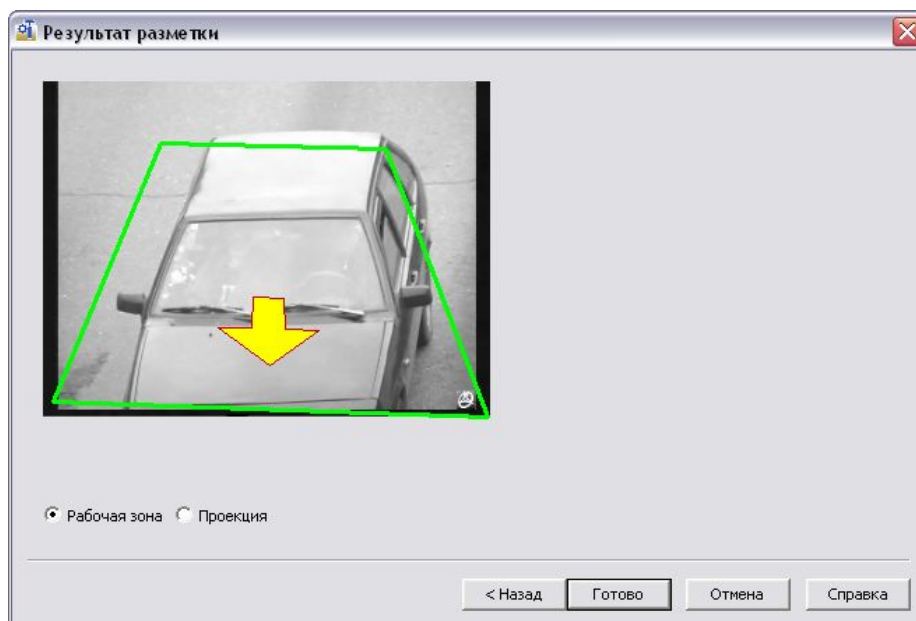

Рис. 7.5.6-6 Результат разметки дороги
- 7. После выполнения указанных действий откроется окно «Результат разметки» (см. Рис. 7.5.6-6).
8. Нажать кнопку «Применить» (см. Рис. 7.5.6-1, 4).